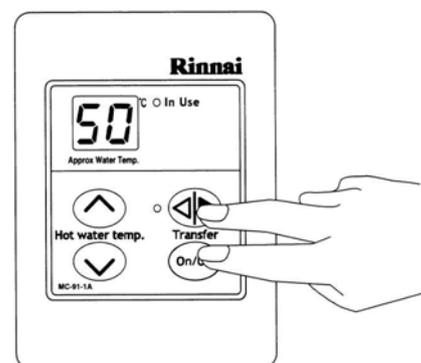

Fig. 1
STEP 1: sul comando remoto Master solamente, premere e mantenere premuto simultaneamente i tasti Transfer e ON/OFF (Fig.1) fino a quando il comando emette un "beep".